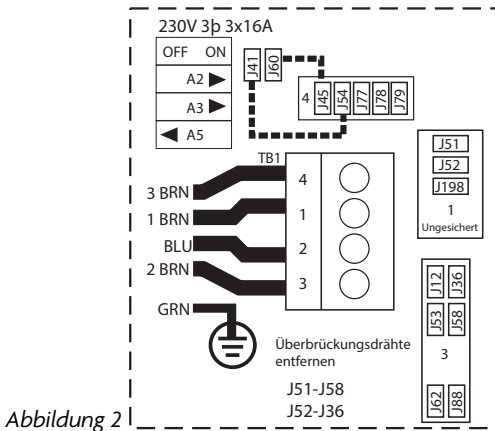

Abbildung 2
### ZUSÄTZLICHER ANSCHLUSS – 3-PHASIG (Abbildung 2)
2. Installieren Sie nur Jumper-Drähte erneut, wie in den gestrichelten Linien in Abbildung 2 angezeigt.